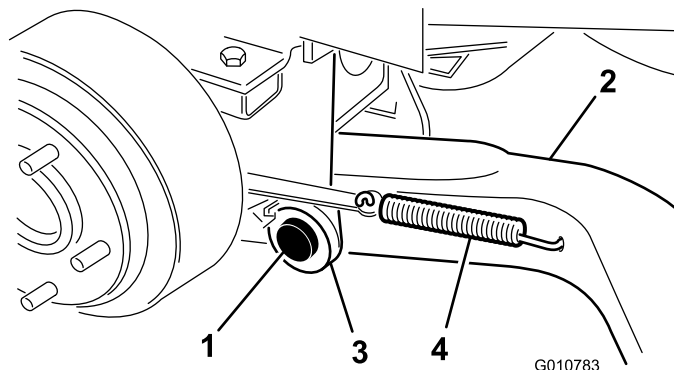

Bild 3
4. Befestigen Sie einen Hubarm mit einem Schwenkstift und einem Splint an der Schwenkhalterung (Bild 3). Montieren Sie den Hubarm so, dass die Biegung nach außen zeigt.
5. Haken Sie die Bremsrücklauffeder in das Loch im Hubarm ein (Bild 3).